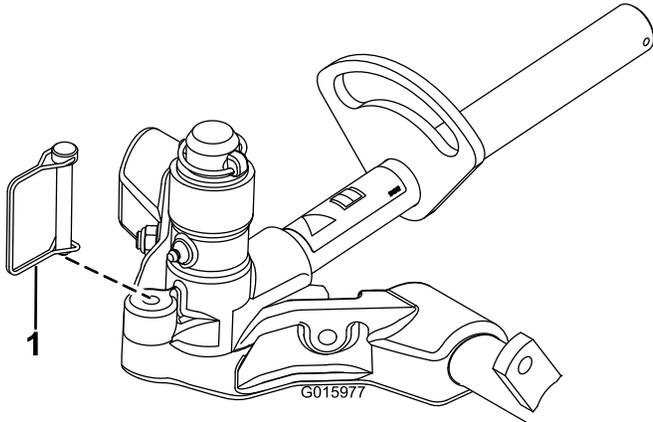

Bild 15
11. Befestigen Sie das Gelenkjoch mit dem Einraststift am Trägerrahmen, um die Lenkung an den Mähwerken zu arretieren (Bild 15).